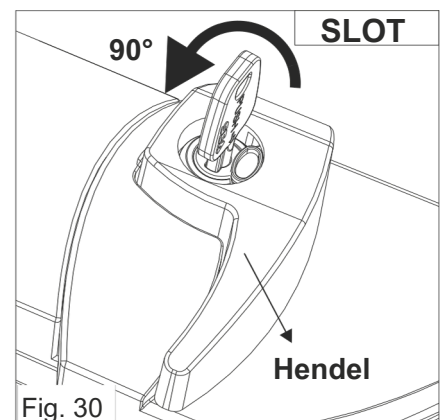

Fig. 30
2. Draai de sleutel ongeveer 90° linksom (Fig. 30)